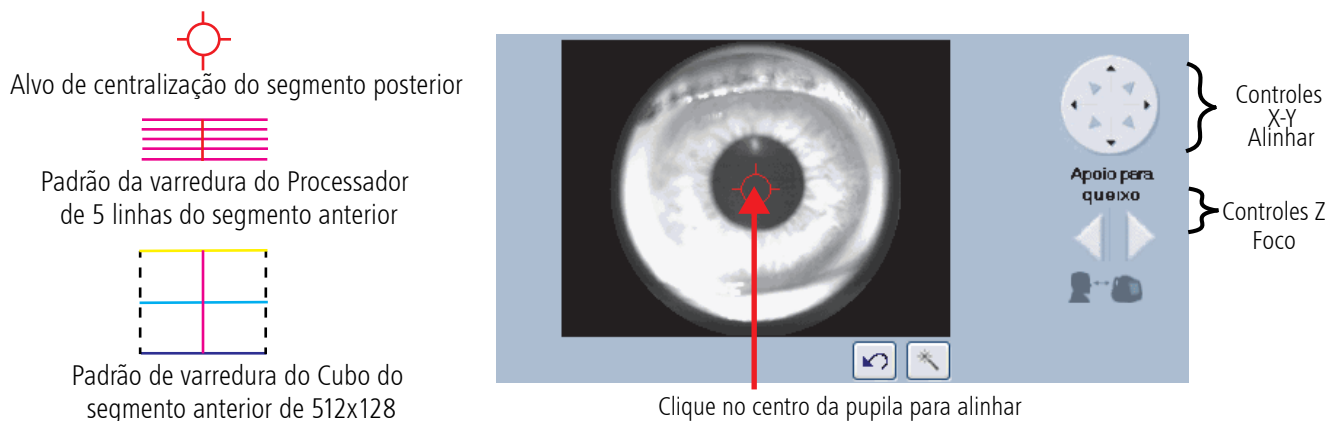

Figura 3-9: Porta de visualização da íris (Varredura do segmento posterior) e Padrões de varredura do segmento anterior
3. Centralize a pupila na porta de visualização da íris ao clicar no centro da pupila. (Clicar em qualquer lugar na Porta de visualização da íris centraliza o campo de visão da câmera sobre o ponto do clique). Um alvo de centralização sobrepõe a imagem de vídeo para as varreduras do segmento posterior. Para as varreduras do segmento anterior, um padrão de varredura gráfico é exibido para mostrar a posição do padrão de varredura do alinhamento, tamanho, forma e orientação (consulte a Figura 3-9 acima). Ele permanece no centro da imagem e ilustra o trajeto do feixe de varredura.
Nota: Somente para instrumentos Modelo 4000, você pode observar uma reflexão de uma faixa retangular sobre a pupila, conforme observado na Figura 3-9 acima. Esse artefato não é importante.